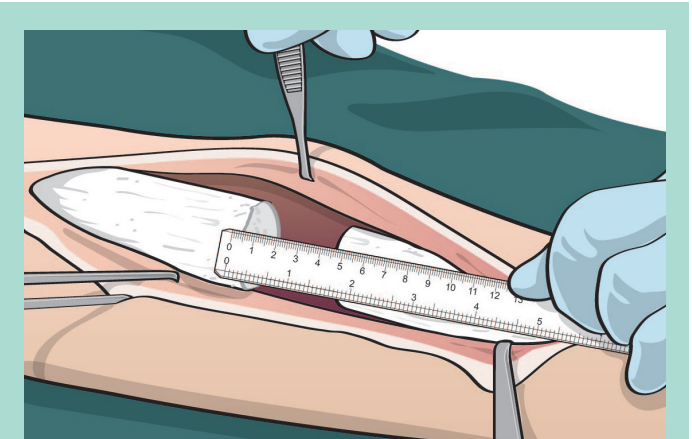

Fig. 1
1. Messen Sie den Knochendefekt aus (Abb.1) und wählen Sie die passende Struktur und Größe von **b.Bone**.